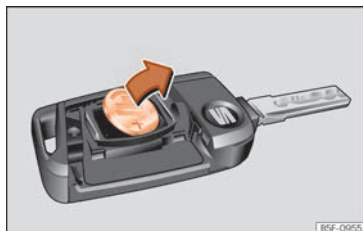

Fig. 46 Llave del vehículo: extracción de la pila.
- Extraiga la pila del compartimento con un objeto fino adecuado >>> fig. 46.
- Encaje una pila de botón nueva en el compartimento >>> ②.